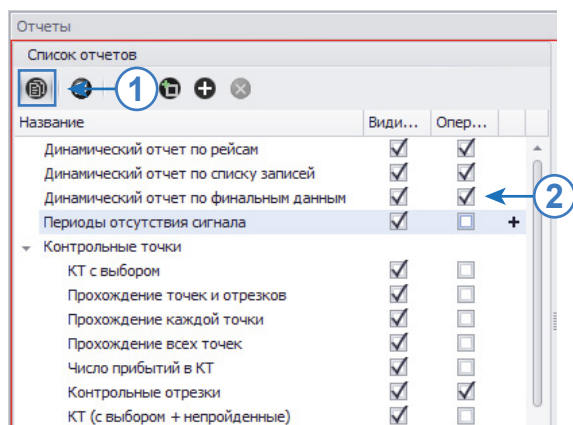
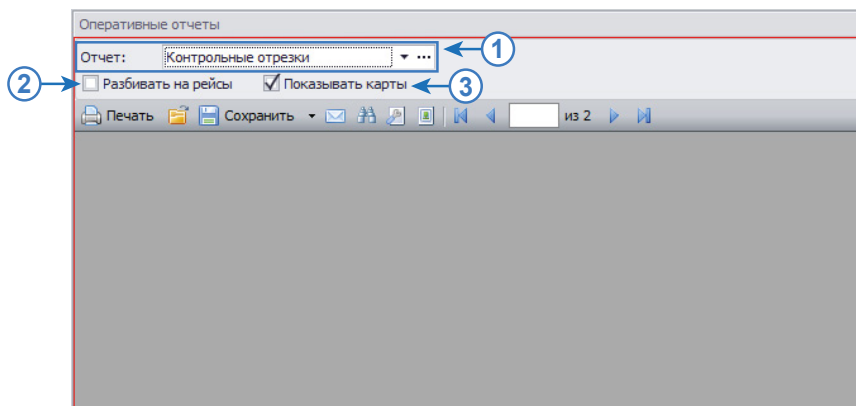

Рис.10. Включение настройки «Оперативный» отчета.
Рис.11. Настройка оперативного отчета.
Оперативные отчеты формируются на основе шаблонных и динамических отчетов программы «АвтоГРАФ 5 ПРО». Нужные шаблоны и отчеты должны быть добавлены в список оперативных. Для этого необходимо перейти в модуль «Отчеты», нажать кнопку «Режим редактирования» (Рис.10, п.1) и для нужных отчетов включить настройку «Оперативный» (Рис.10, п.2).
- на панели «Оперативные отчеты» выбрать отчет для построения (Рис.11, п.1). В этом списке доступны отчеты, настроенные как оперативные в Модуле отчетов;
- разрешить опцию «Разбивать на рейсы» для того, чтобы включить в отчет информацию по отдельным рейсам (Рис.11, п.2);
- разрешить опцию «Показывать карты» для того, чтобы добавлять в отчет карту с положением ТС (Рис.11, п.3);
Для возможности создания расписания отчетов необходимо включить опцию «Включить автоформирование» (Рис.10, п.1). После этого станет доступным список автоматических отчетов (Рис.10, п.2). Если опция «Включить автоформирование» отключена, то программа не будет автоматически создавать отчеты по расписанию.
Кнопки справа (Рис.10, п.2) предназначены для создания новых, редактирования и удаления существующих заданий.
Для создания нового задания необходимо нажать кнопку «Добавить задание» (Рис.10, п.2). Появится меню «Добавление нового задания» (Рис.11). Для создания нового задания необходимо корректно заполнить поля в этом меню.